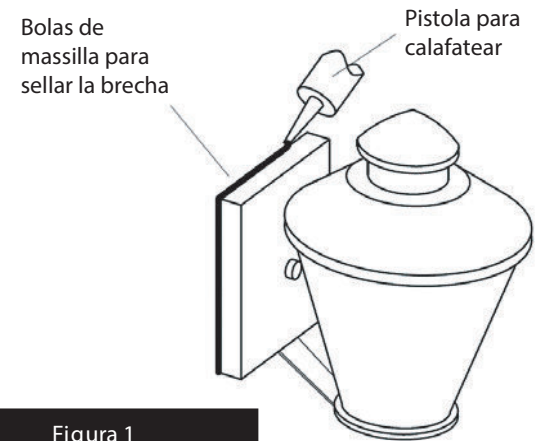

Figura 1
1. Conecte el cable de alimentación positiva (A) (normalmente negro o la cara lisa, sin marcas del cable de dos conductores) de plomo accesorio positivo (B) con un giro de tamaño adecuado en el conector – **Véase la Figura 1 y 2**.
2. Conecte el cable de alimentación negativa (C) (por lo general de color blanco o el lado marcado estriado del cable de dos conductores) de plomo accesorio negativo (D).
Para conectar a tierra en un sistema eléctrico de 3 hilos, fije el cable de tierra del artefacto (E) (generalmente de cobre o verde recubierto de plástico) a la brida de montaje accesorio (M) con el tornillo de tierra (S) – **Véase la Figura 1**. Nota: En las correas de accesorios compatibles tornillos, primero instale los dos tornillos de montaje de la correa. Cualquier agujero roscado restante puede ser utilizado para el tornillo de tierra.